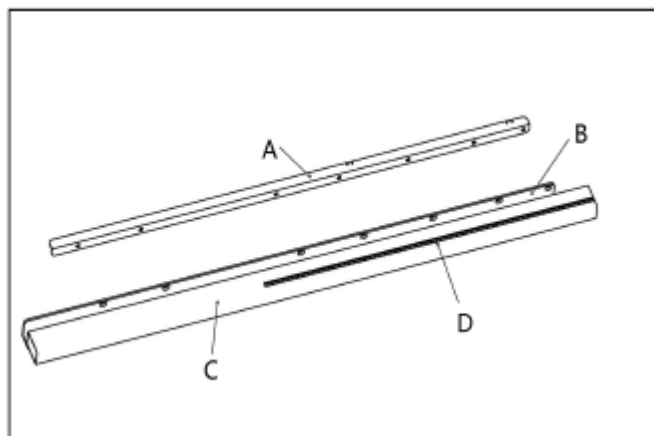

Рис.5.8
**Содержимое коробки с направляющими (рис. 5.8)**